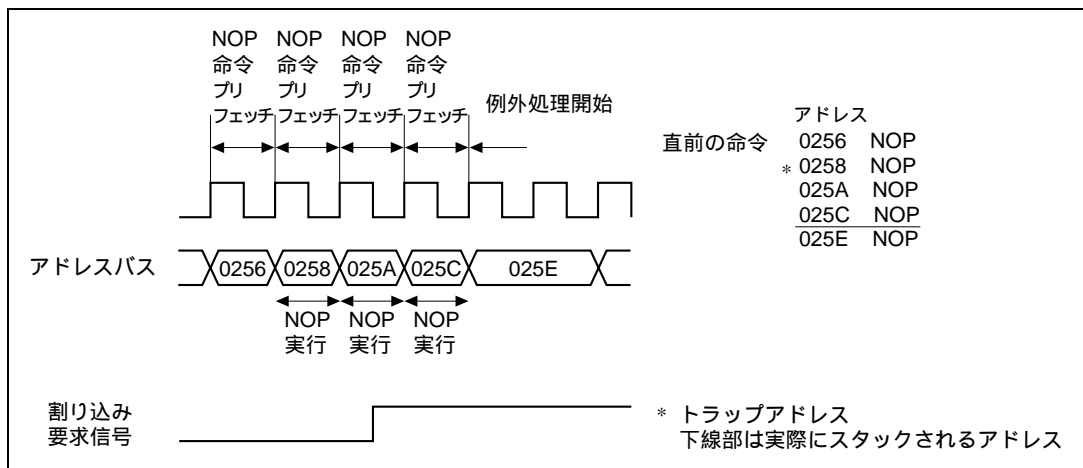

図 25.4 基本動作 (3)
- (3) トラップアドレスの直前の命令が1ステート命令または2ステート以上の命令で命令の最後のステートでプリフェッチを行う場合を図25.4に示します。スタックされるアドレスは025C番地です。